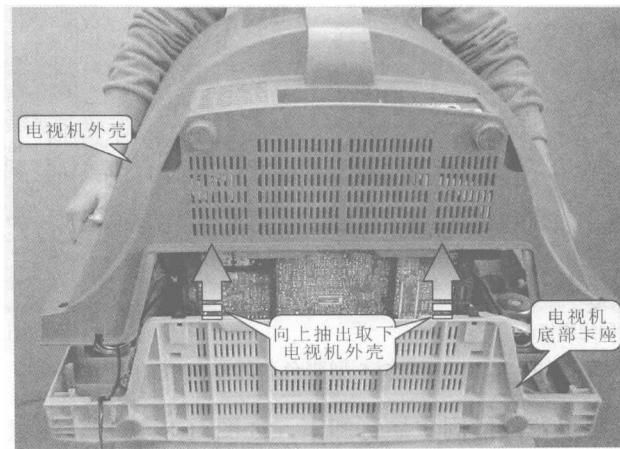

图 1-10 取下外壳
④ 卡扣分离后，便可以将外壳轻轻的取下来了，如图 1-10 所示。